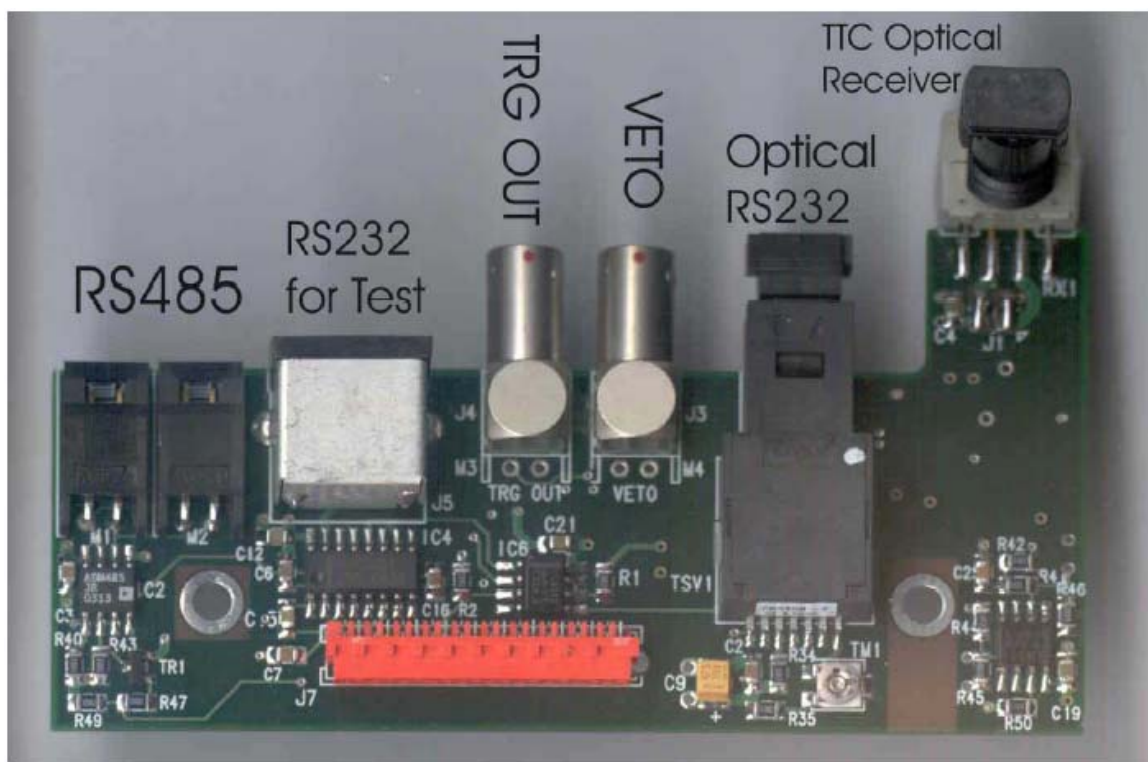

Figura 21: Link Board Connections (both RS485 connectors are equivalent)
- Connettere fibra TTC, fibra RS232 Ottica, e RS485 (vedi Figura 21). Riguardo alla RS485 i due connettori sono equivalenti.